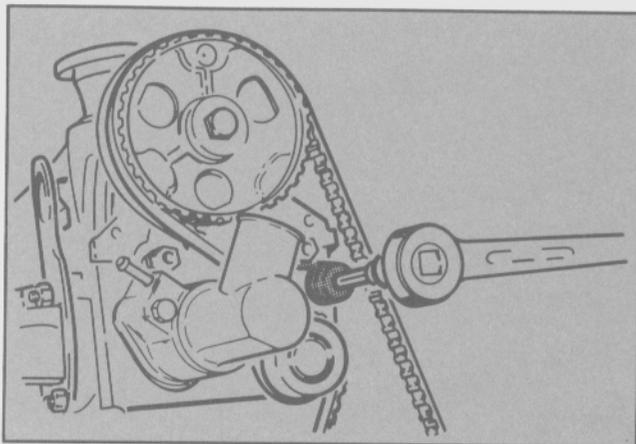

Fig. 19 - Aflojando el tensor de la correa de distribución
- Aflojar el tensor de la correa de distribución con la herramienta T84G-8A616-BAS (Fig. 19).